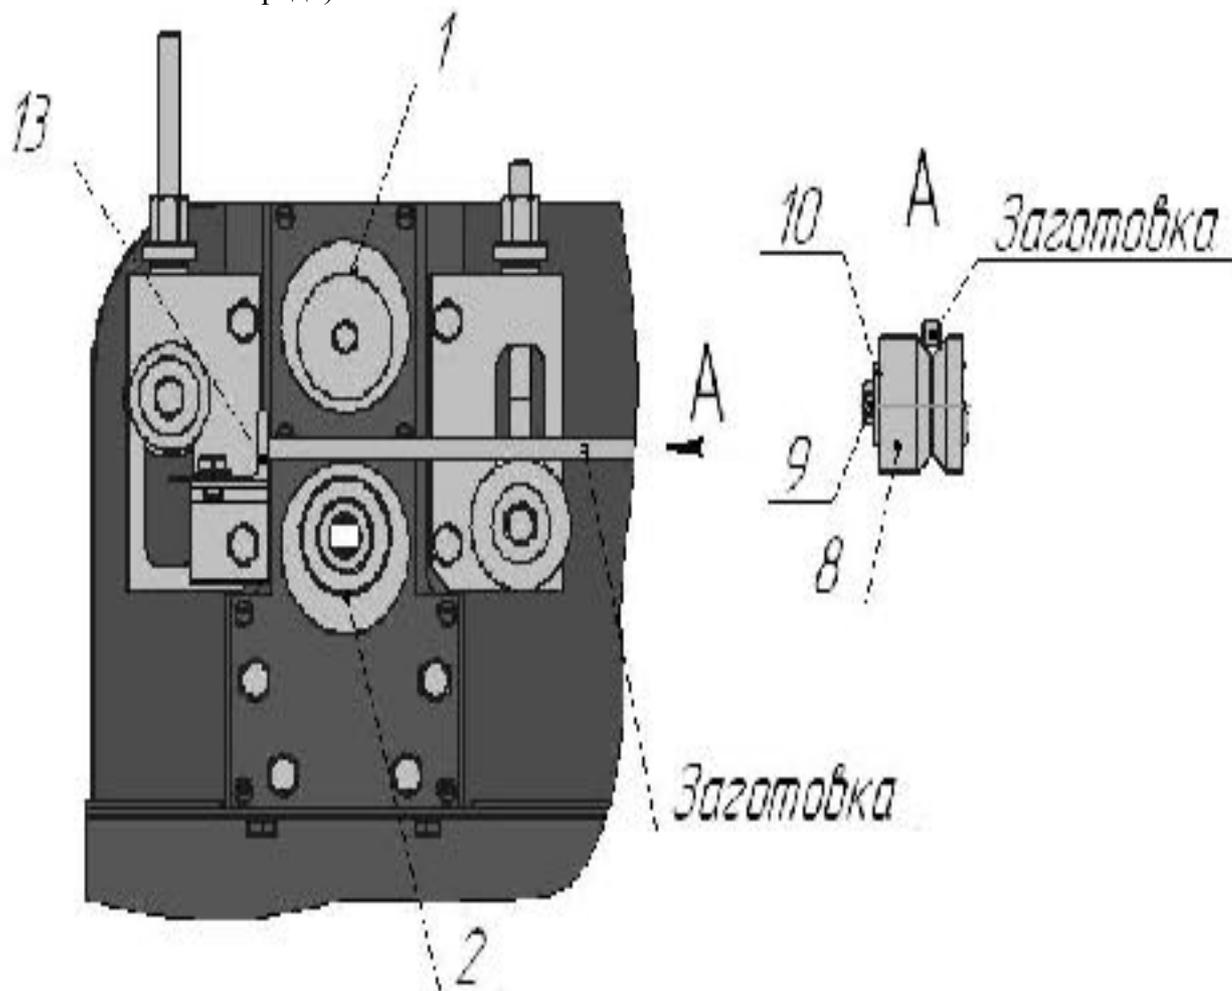

Рис.11 Схема установки заготовки между эксцентриковыми валками.
10.8. Вставить разогретый конец заготовки между эксцентриковыми валками 1, 2 прокатного модуля до упора 13 рис.11, при этом плоскость верхнего эксцентрикового валка 1 находится на максимальном удалении от плоскости нижнего эксцентрикового валка 2 (данное положение выставляется нажатием кнопки «Вперед»).